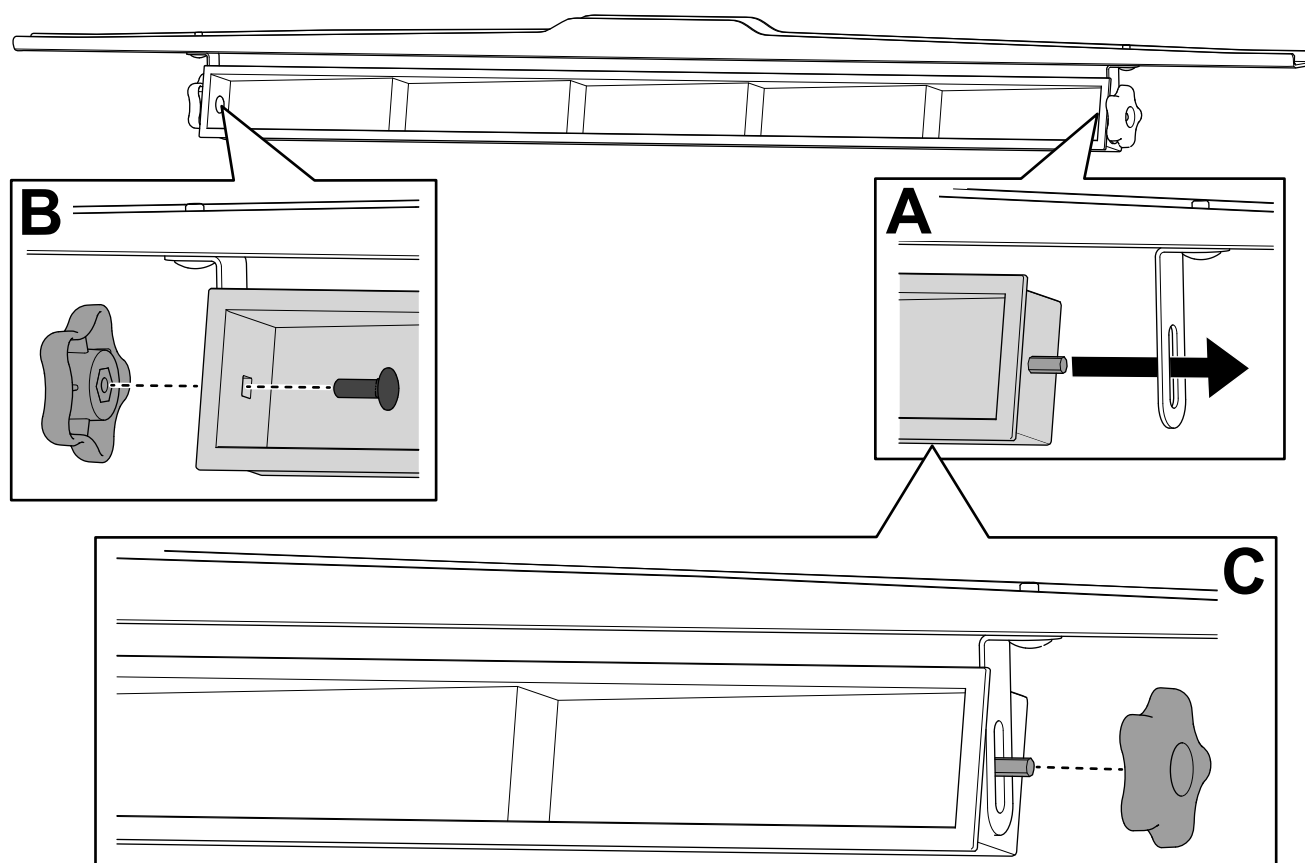

图 6
1. 将镜子滑到镜子托架上图 6 中的 A。
2. 用托架螺栓 1/4 x 3/4 英寸和手柄旋钮将广角镜的左侧固定到镜子托架上图 6 中的 B。
3. 用手柄旋钮将广角镜的右侧固定至广角镜上图 6 中的 C。